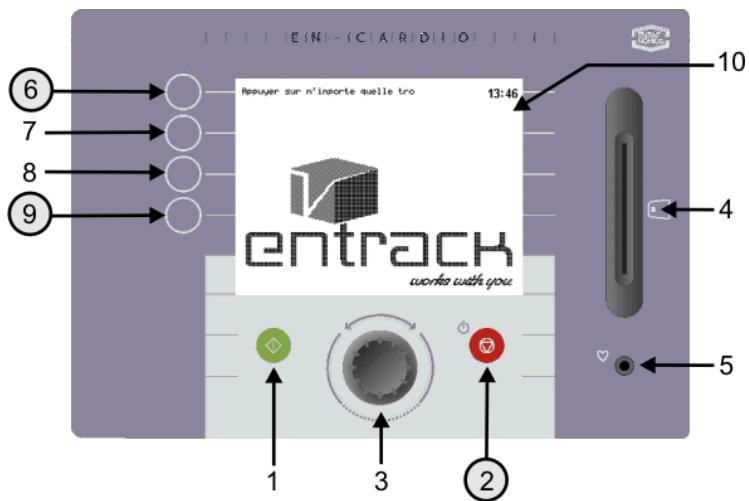

Fig. 13 Ecran d'attente pour modifications réglages
1. Dans l'écran d'accueil appuyez pendant 5" sur le bouton Arrêt (2) (fig. 13). (écran d'attente)